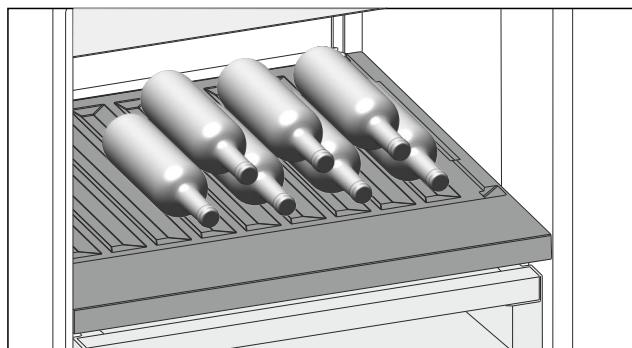

Fig. 157
- Бутылки укладывайте дном к задней стенке. (см. Fig. 157)